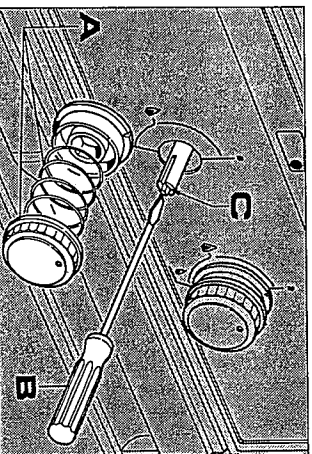

Fig. 26
- Introduire un petit tournevis B dans le trou C (fig. 26) et tourner à droite ou à gauche le cône d'étranglement jusqu'à ce que la flamme du brûleur soit réglée convenablement au Minimum. S'assurer que la flamme ne s'éteint pas lorsqu'on passe brusquement du Maximum au Minimum.